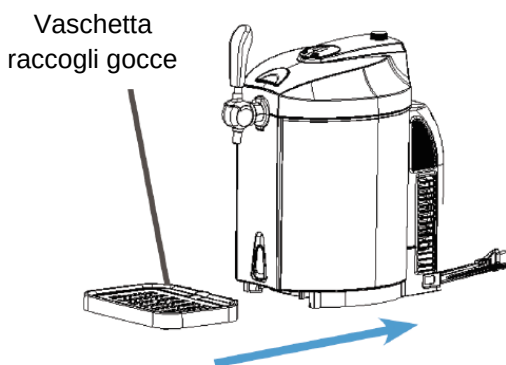

Figura 7
3. Installare la vaschetta raccogli gocce dell'acqua nella zona predisposta. (Come figura 7)